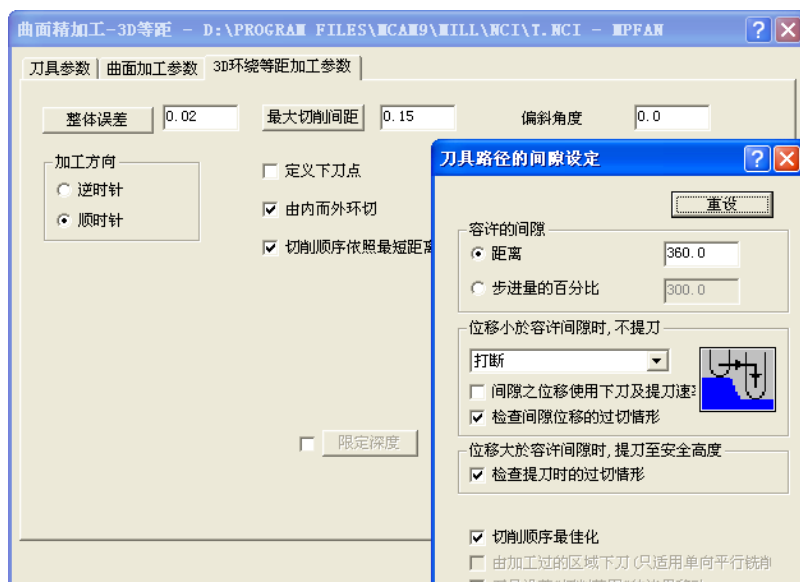

图 7-56 步骤 9) 环绕等距加工参数和刀具路径间隙设定
9) 新建群组 D6R2.5, 从刀库中选择 $\phi 6R2.5$ 的球刀, 选择“环绕等距”加工方式, 加工面和干涉面的选择与步骤 5) 相同, 在“刀具参数”选项卡, 输入进给率: 800、下刀速率: 400、提刀速率: 2000、主轴转速: 3000, 勾选: 喷油; 在“曲面加工参数”选项卡, 设定参考高度: 30、进给下刀位置: 3, 点选“增量坐标”, 勾选“快速提刀”, 加工的曲面/实体预留量: 0, 干涉的曲面/实体预留量: 0; 在“3D 环绕等距参数”选项卡, 设定整体误差: 0.02, 过滤的比率为 1:1, 勾选“由内而外环切”“切削顺序依照最短距离”, 设定最大切削间距: 0.15, 单击“间隙设定”, 容许的间隙点选“距离”, 设定为 360, 勾选“切削顺序最佳化”, 其余参数默认, 如图 7-56 所示。